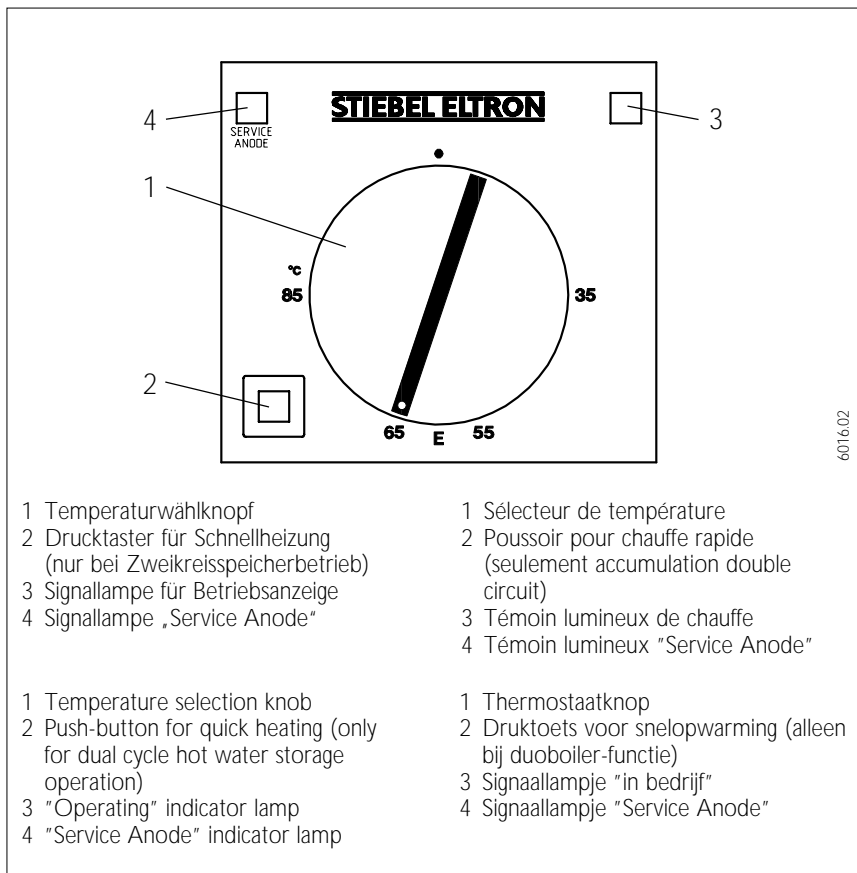

Abb. 3/Fig. 3/Afb. 3
Temperaturwählknopf (Abb. 3, Pos. 1)
Signallampe im Bedienfeld (Abb. 3, Pos. 3) leuchtet nur während der Aufheizung mit 21 kW Leistung.
⚠ Die Geräte in geschlossener Betriebsweise stehen unter Wasserleitungsdruck. Während der Aufheizung tropft Wasser aus Sicherheitsgründen aus dem Sicherheitsventil. Tropft nach Beendigung der Aufheizung Wasser, informieren Sie Ihren Fachmann. Beim Leuchten der Signallampe „SERVICE ANODE“ (Abb. 3, Pos. 4) im Bedienfeld informieren Sie bitte Ihren Fachmann.
Temperature selector (Fig. 3, no. 1)
The indicator lamp in the control panel (Fig. 3, No 3) is lit only during heating at 21 kW.
Sélecteur de température (fig. 3 rep. 1)
Le voyant du panneau de commande (fig. 3, rep. 3) ne s'allume que pendant la réchauffe à la puissance de 21 kW.
Temperatuurkeuzeknop (afb. 3, pos. 1)
Signaallamp in het bedieningspaneel (afb. 3, pos. 3) brandt alleen tijdens het opwarmen met 21 kW vermogen.